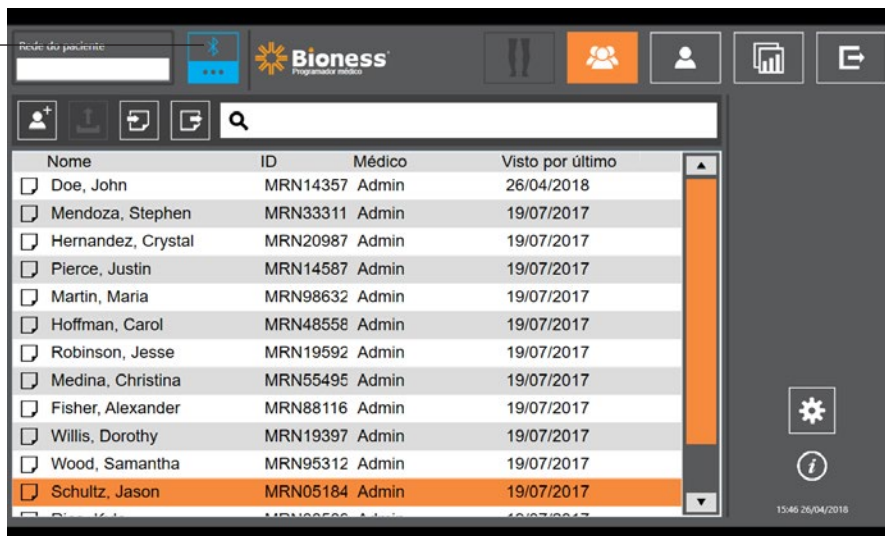

Figura 9-0: Ícone Bluetooth®
3. A tela de banco de dados de pacientes será exibida. Na navegação, pressione o ícone Bluetooth®. Veja a Figura 9-0.